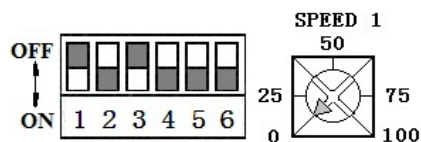

图 9
(1) 内部电位器控制,用内电位器 **SPEED1** 速度调节。见图 9 (该模式为默认模式)